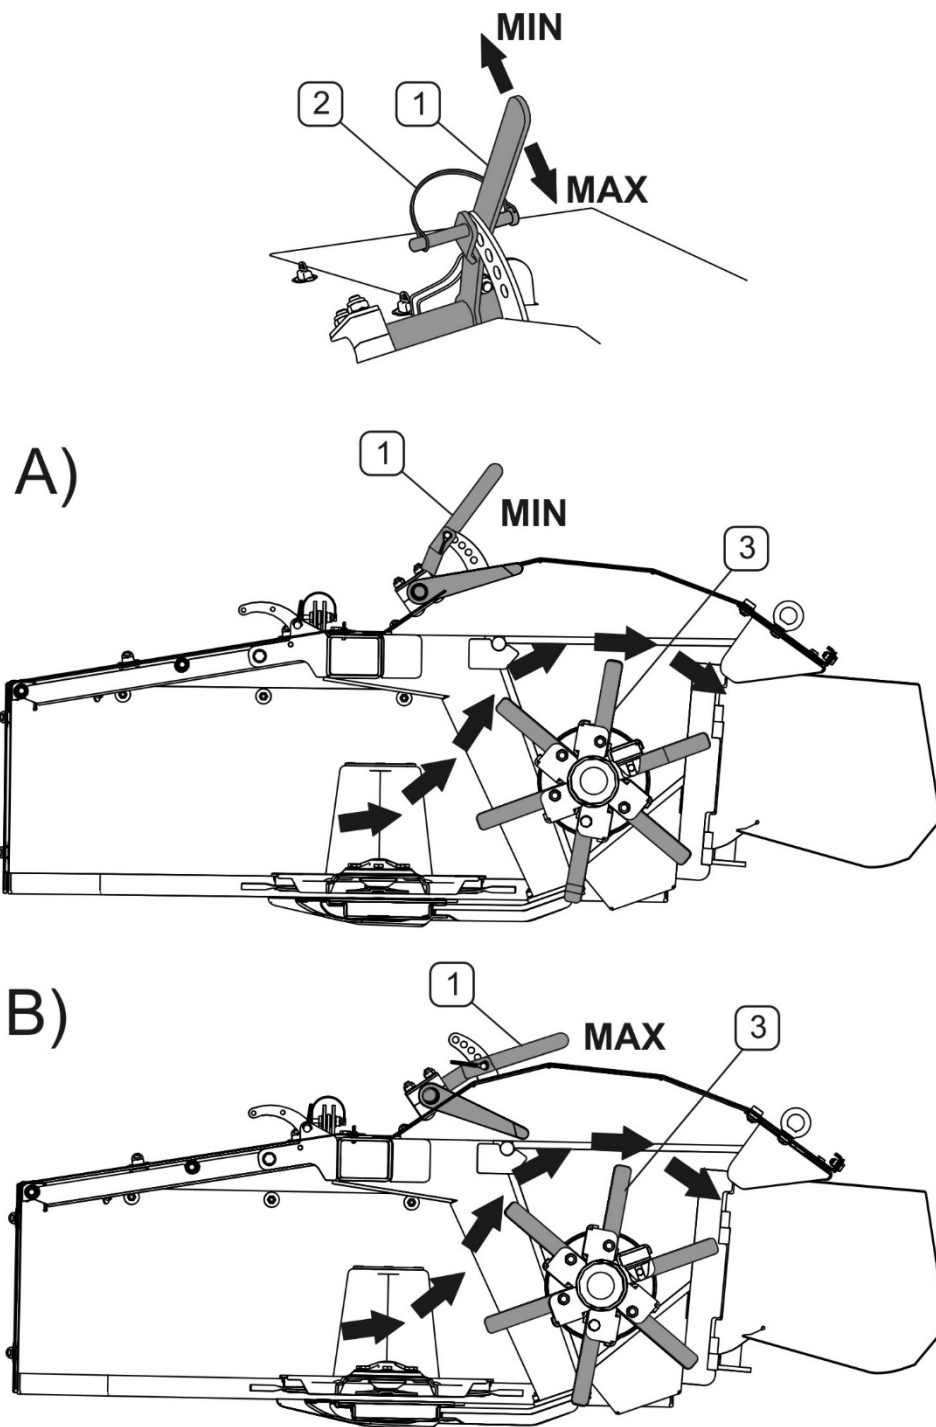

РИСУНОК 4.10 Регулирование вспушвателя покоса PDF300С.
Интенсивность вспушивания покоса можно регулировать в зависимости от типа и плотности скашиваемой массы (РИСУНОК 4.10). Для этой цели служит рычаг (1) на несущей раме вспушивающего аппарата, соединенный с демпфирующими пальцами. Надлежащее положение демпфирующих пальцев должно быть подобрано таким образом, чтобы скошенная масса не забивалась между режущим брусом и валом вспушивателя.